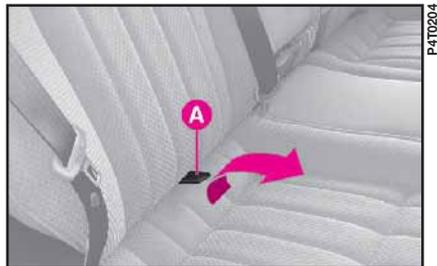

fig. 30
1) Tirer en avant la poignée A (fig. 30) située au centre de chaque assise et la rabattre en avant dans le sens de la flèche.